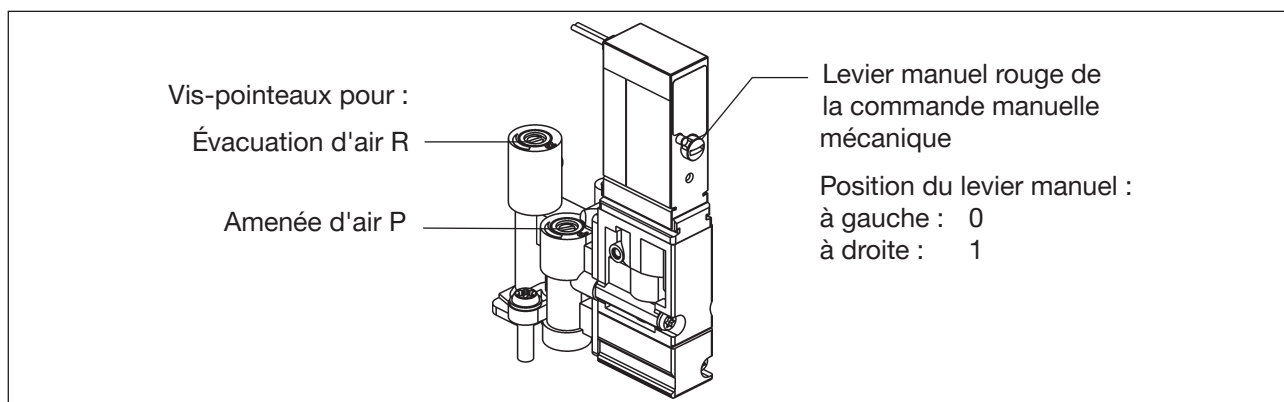

Figure 7 : Vis-pointeaux et commande manuelle mécanique des électrovannes
- *commande manuelle mécanique* : accessible seulement lorsque le capot est ouvert ; sur chaque électrovanne installée (voir « Figure 7 » à la page 29).